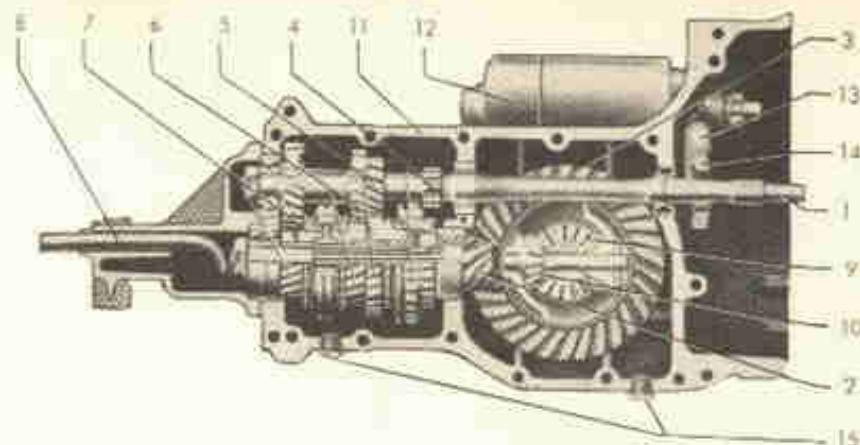
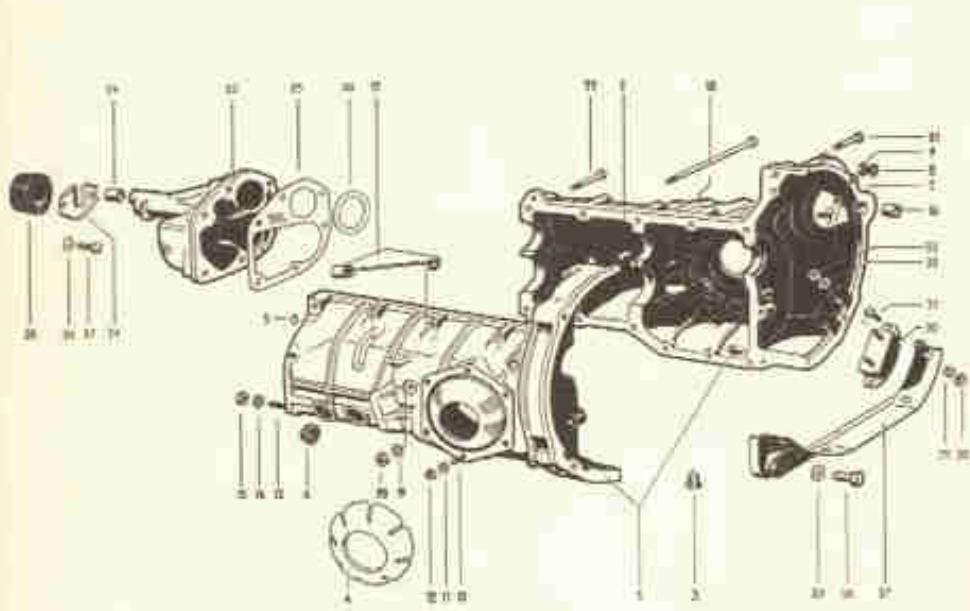

Fig. 1-J — Corte longitudinal da caixa de mudanças e diferencial
Fig. 6-J — Carcaça e peças externas da caixa de mudanças parcialmente sincronizada.
A caixa em si se compõe da árvore primária, com suas engrenagens, e a árvore secundária com engrenagens e sincronizadores, ambas apoiadas em rolamentos como se vê na fig. 1-J. As figs. 6 e 7-J mostram essas peças desmontadas. O pinhão do diferencial faz parte integrante da árvore secundária.
As semi-árvores são protegidas por dois tubos ("trombetas") e possuem ainda duas sanfonas de borracha para evitar o vazamento de óleo (4, fig. 1-M, pág. 178). Na extremidade da roda, a semi-árvore se apoia em um roilamento nos sedans e 2 nos utilitários, encerrados em uma pequena carcaça e bem protegidos contra o pó por vedadores e centralizados por buchas de metal macio.
A fig. 1-M (pág. 178) mostra essas peças destacadas.
— A fig. 1-M mostra a seqüência das peças que devem ser retiradas; o retentor do rolamento (28), presa pelos parafusos (31) e o vedador (29). (V. pág. 178)
— Se o objetivo é a retirada do rolamento, então retira-se também o prato do freio e pode-se então retirar o espaço externo (27), as juntas e arruelas (24, 25 e 26), nos sedans. (Fig. 1-M, pág. 178).